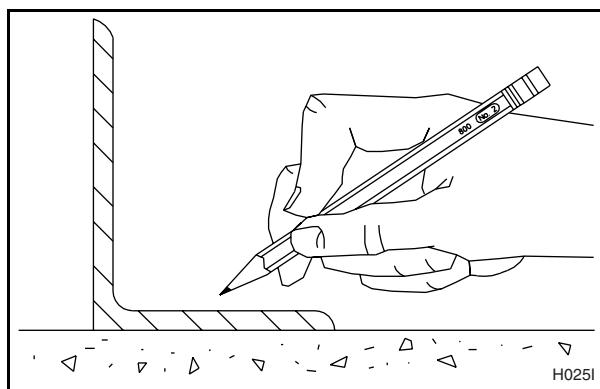

Figura 22
2. Utilice el bastidor de base elevada como modelo colocando el bastidor en la posición deseada y marcando los agujeros de montaje pretaladrados sobre el piso. Vea la Figura 22.